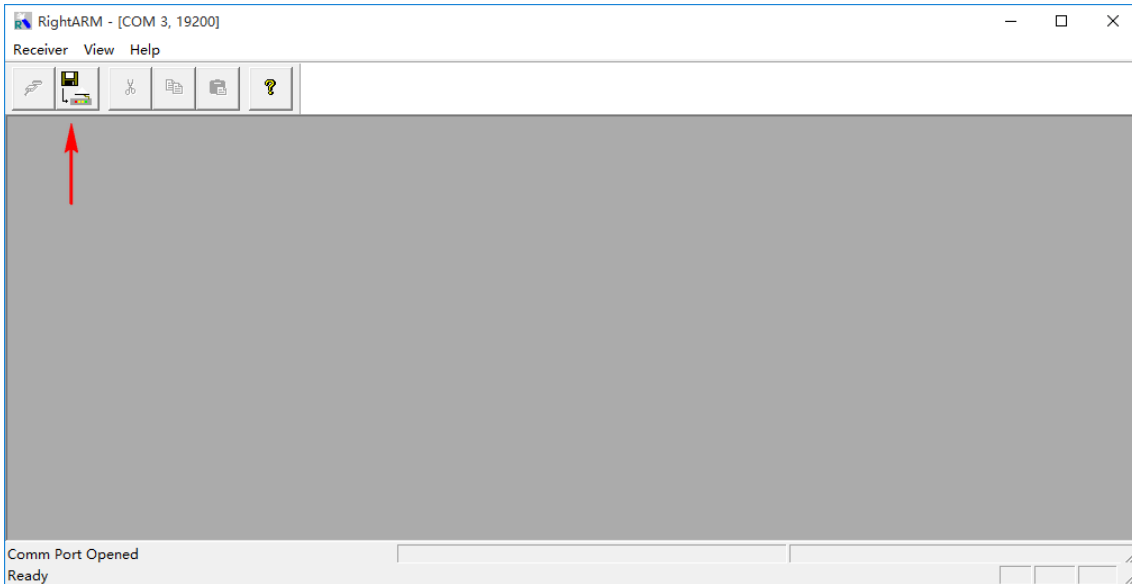

图 4-24 “RightArm” 固件升级
(5) 点击“Programming”按钮（图 4-24中红色箭头标识），进入固件升级界面；